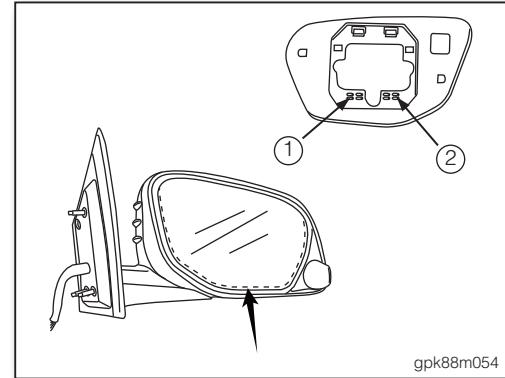

图 6
4. 由车门后视镜片下方，依固定扣①、②位置将车门后视镜片拆下(如图 6)。